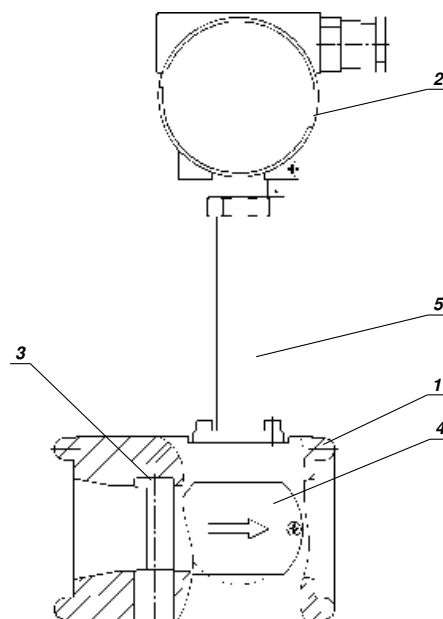

Рисунок 1. Устройство преобразователя расхода
Полнопроходной преобразователь (см. рисунок 1) состоит из проточной части (1) и электронного блока (2). Проточная часть представляет собой полый цилиндр, в поперечном сечении которого установлено тело обтекания (3). За телом обтекания расположены чувствительные элементы (4) (сенсор). Электронный блок (2) крепится на цилиндре проточной части с помощью трубчатой стойки с фланцем (5). Электронные платы размещены в электронном блоке. В преобразователе реализован метод измерения расхода, основанный на измерении частоты образования вихрей. В цилиндре проточной части установлено тело обтекания, которое вызывает образование вихрей в набегающем потоке измеряемой среды. Частота срыва вихрей с тела обтекания пропорциональна скорости потока среды, а, следовательно, пропорциональна объемному расходу измеряемой среды.